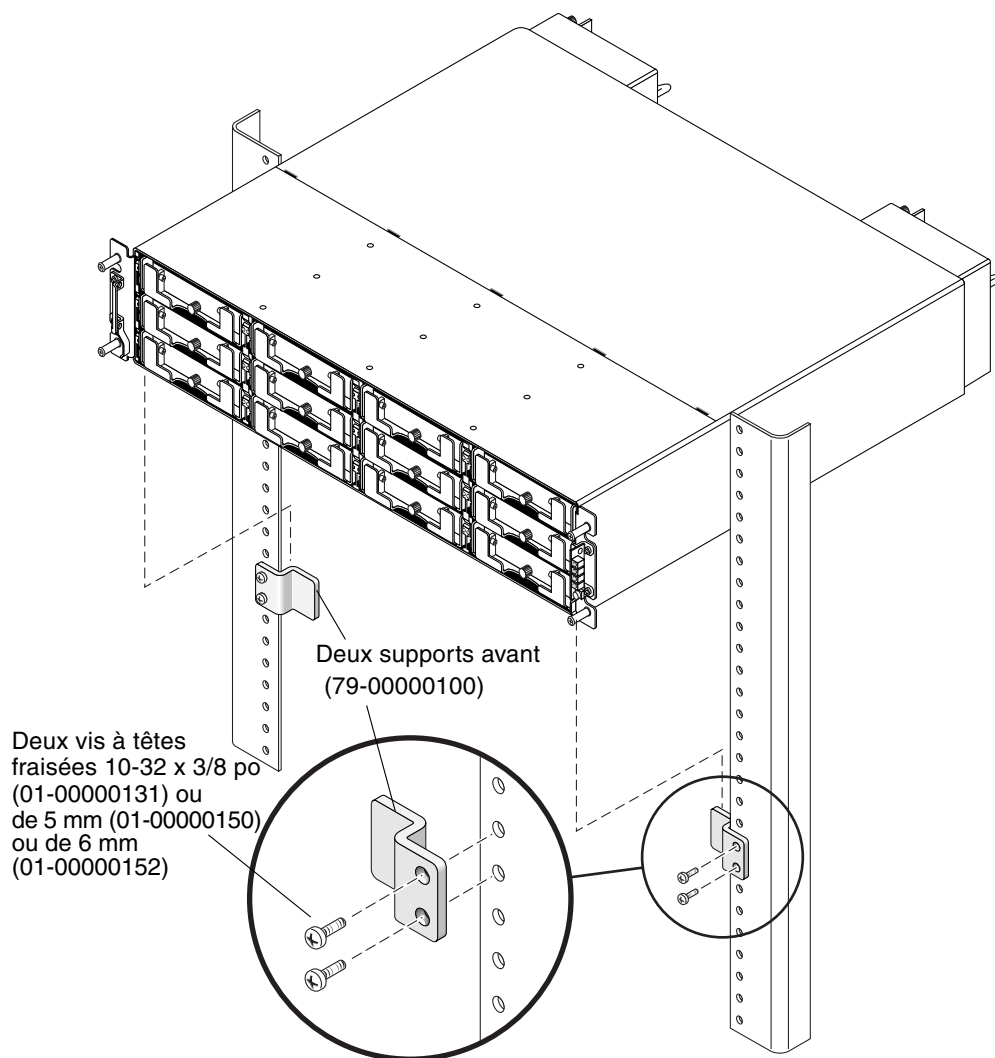

FIGURE 2-3 Emplacement des supports avant à l'avant de l'armoire
a. Fixez chaque support avant sur l'avant de l'armoire (voir FIGURE 2-3) :